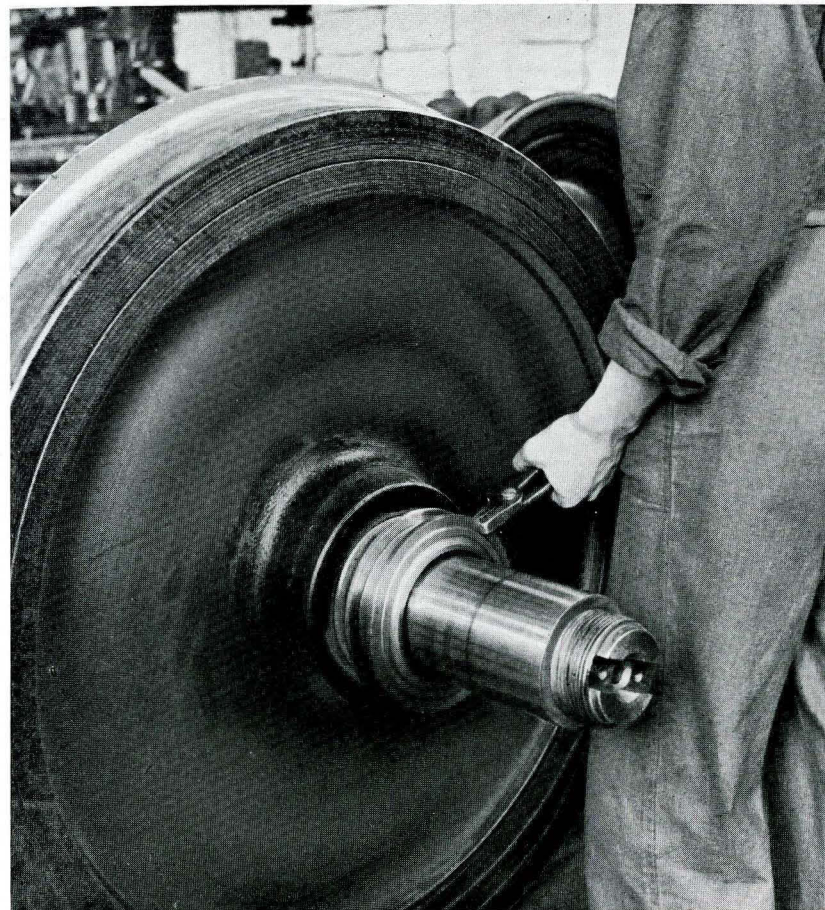

Fig. 9
2. Sedan man har gjort ren tappen, föres den uppvärmda tätningsskragen upp på sitt säte, fig. 9. När kragen har kall-